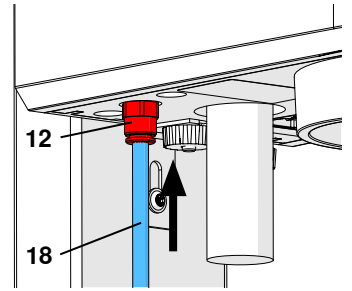

图 5-a
在以前的机器里，输入滤清器 (13) 是设置在机器外面的 (图5-b)。在这些情况下，将压缩空气软管 (18) 推到输入滤清器 (13) 上。插到尽头时会有轻微的阻力。“切勿在没有输入滤清器的情况下操作机器！”